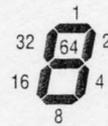

Fig. 7
- Sommare i valori corrispondenti ai segmenti illuminati (fig. 7):